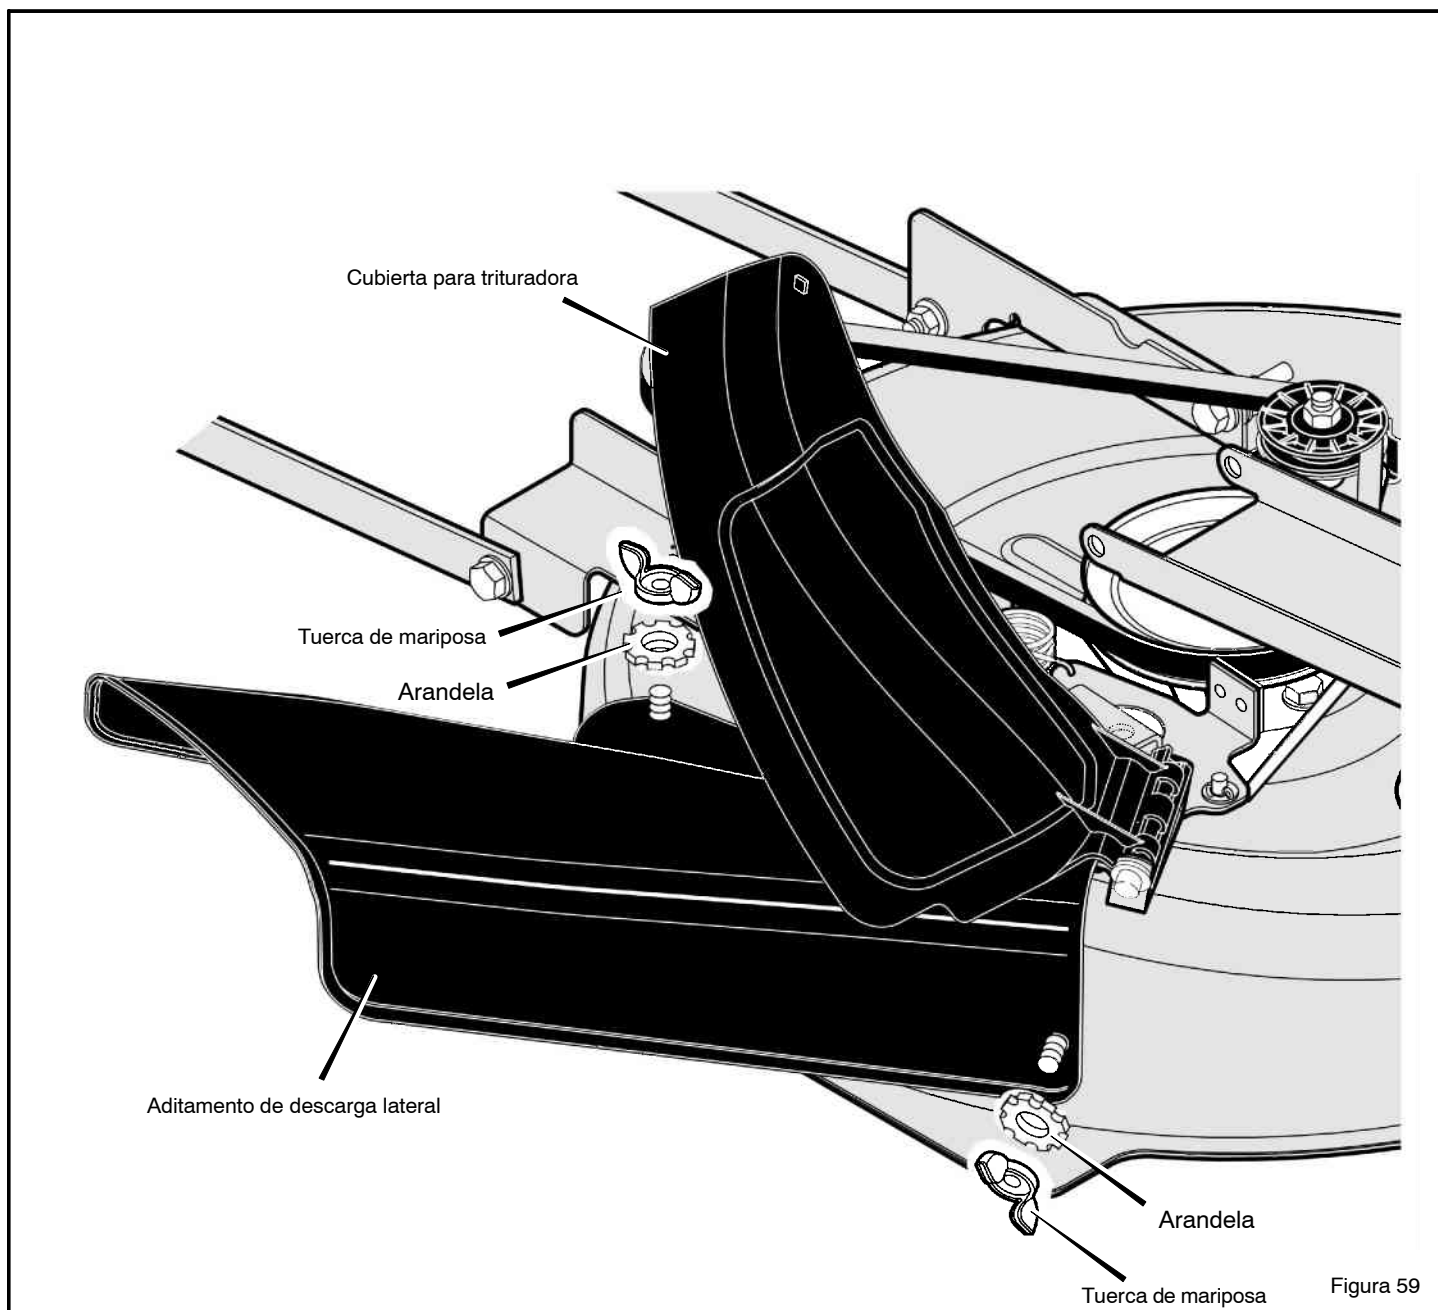

Figura 59
1. Desatornille las dos **tuercas de mariposa** (Figura 59).